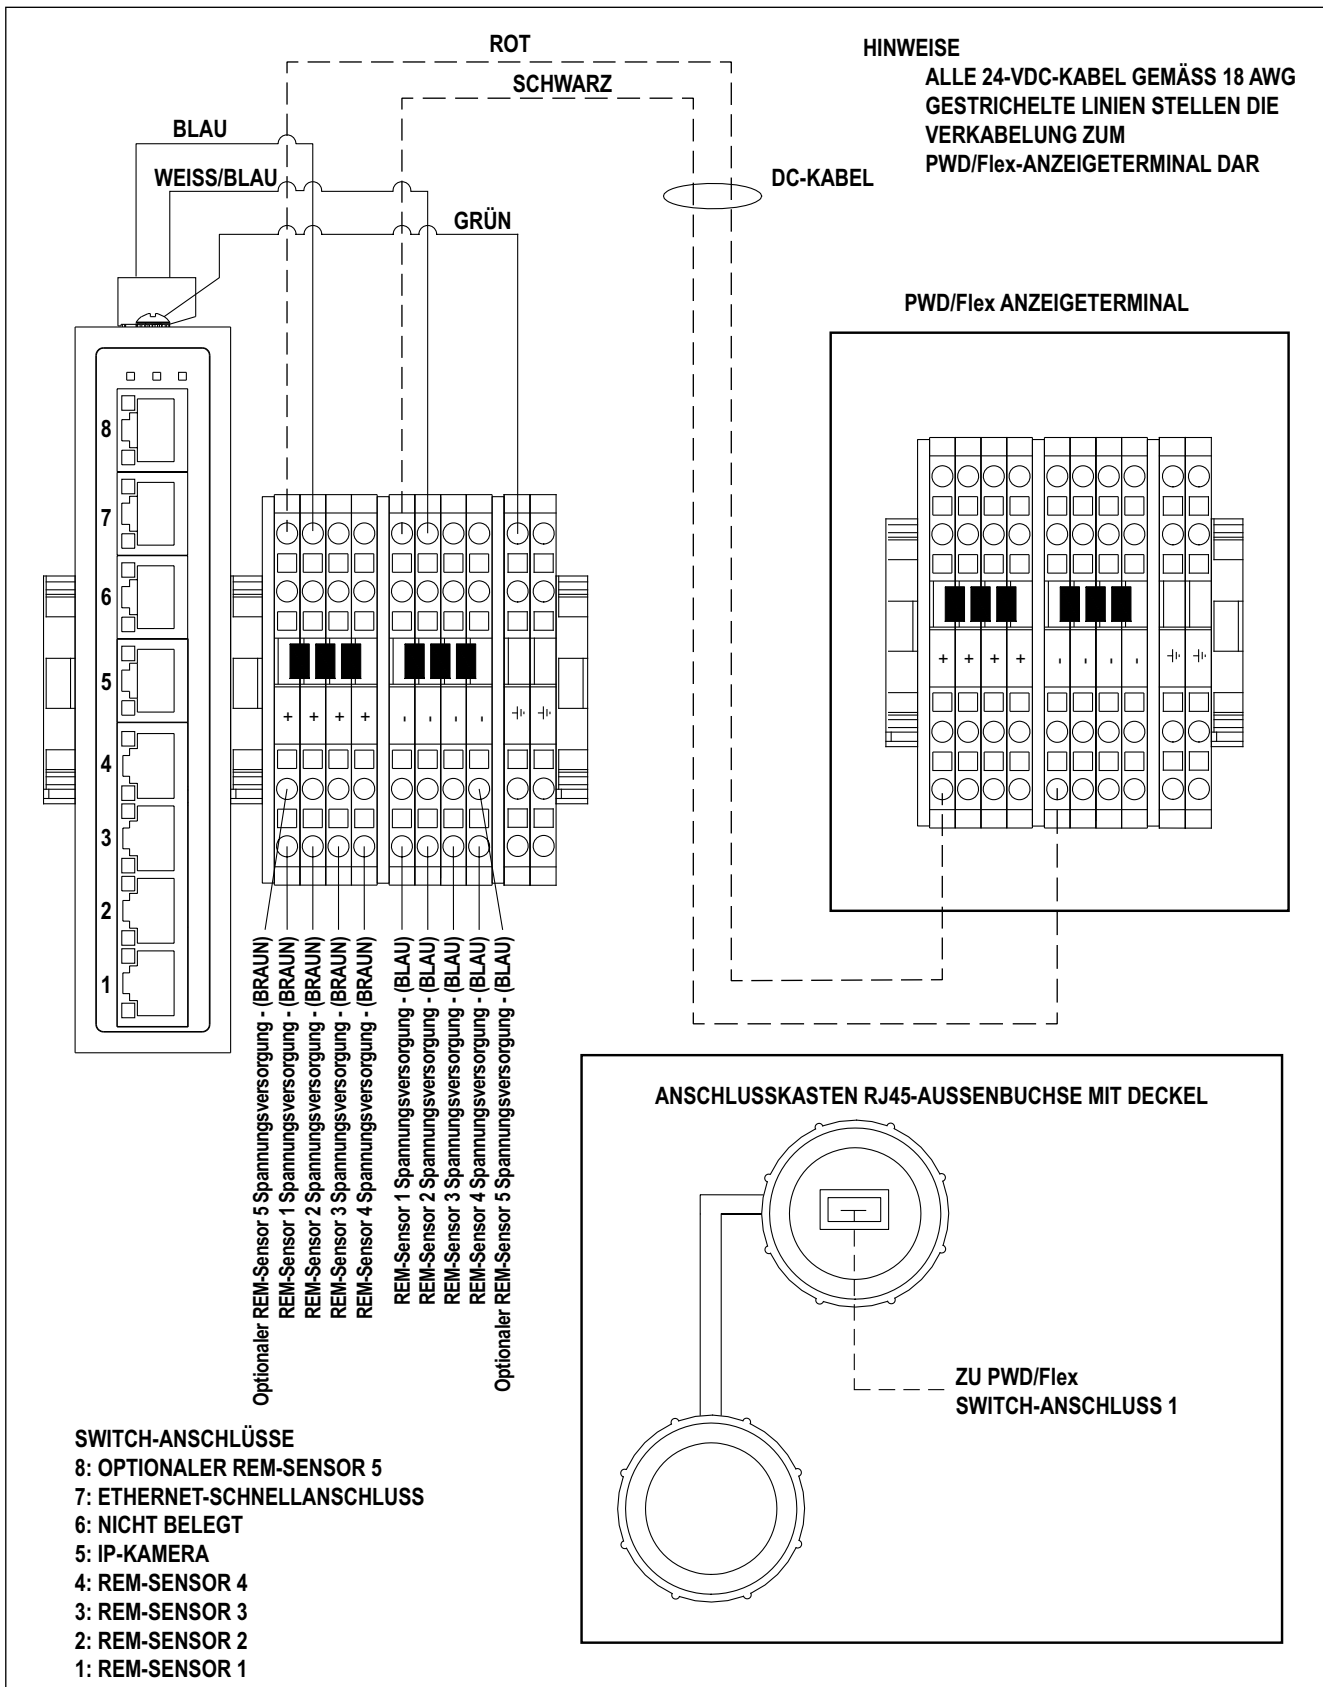

Abbildung 5-4. Verdrahtung der Kabel im Anschlusskasten
- Das Ethernetkabel des remoten IFM-Sensors (grün) an den Ethernetanschluss am Anschlusskasten anschließen (Abbildung 5-4 auf Seite 29).
- Das Spannungsversorgungskabel für den remoten IFM-Sensor an den Klemmenblock im Anschlusskasten anschließen (Abbildung 5-4 auf Seite 29).
3. Die Verdrahtung der Kabel im Anschlusskasten gemäß Abbildung 5-4 auf Seite 29 vornehmen.